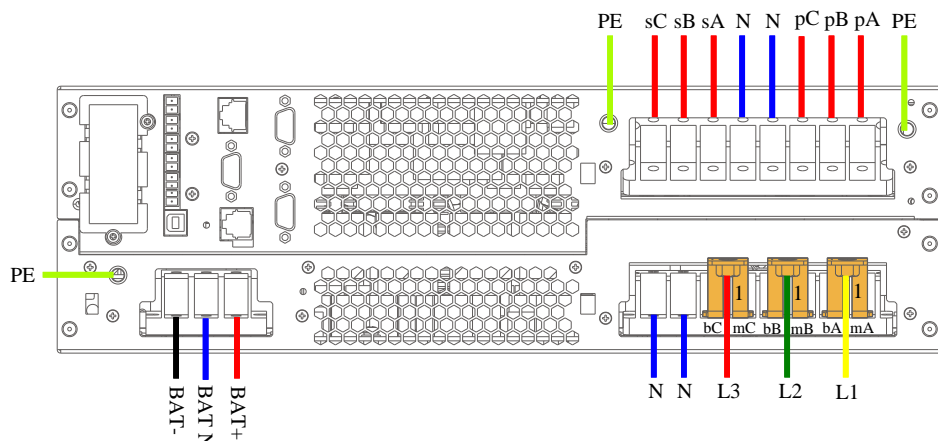

图2-23 接线示意图（三进三出，主旁同源）
3. 将标准输出 A、B、C 相火线分别接到 UPS 输出端子排的 sA、sB、sC 端子上；将可编程输出 A、B、C 相火线分别接到 UPS 输出端子排的 pA、pB、pC 端子上；将输出中线和输出地线分别接到 UPS 输出端子排的 N 线端子和机壳上的输出地线端子上。如图 2-23 所示。
4. 如图 2-23 所示，将电池正线、电池 N 线、电池负线和地线穿过接线盒上的过线孔，然后分别连接到 UPS 的电池端子排上的电池正（BAT+）、电池 N（BAT N）、电池负（BAT-）和电池地线端子（PE）上，并拧紧固定螺钉。